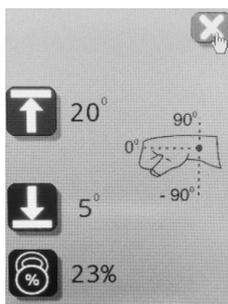

Рисунок 5.5 – Дисплей режима установок параметров механизма
5.3 Дисплей режима установок параметров механизма(см. рис. 5.5):